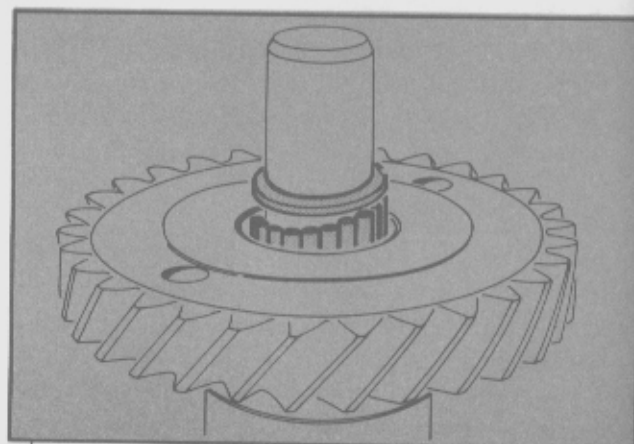

Fig. 33 - Colocación de las agujas cilíndricas y las arandelas de tope.
- Retirar el eje del quintuple. Para ello, deslizar el eje fuera del quintuple, retirar las agujas cilíndricas (21) y las arandelas de tope (Fig. 33 -)